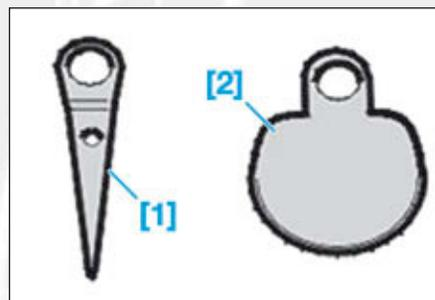

FIG.8
- [1]. Lame de découpe droite (référence : PR 9776, G8) (Fig.8)
- [2]. Lame pour araser les joints de colle (référence : PR 9780.E9) (Fig.8)
- le cordon de colle à l'aide d'un couteau électrique équipé de la lame [1] (Fig.8).
- Équiper le couteau électrique de la lame [2] (Fig.8).